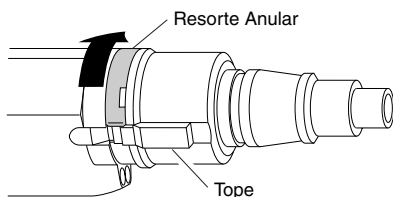

Figura 1 - Giro del resorte anular para dejar el tope al descubierto
1. Con un destornillador, levante el extremo del resorte anular y gire el resorte hasta que el tope quede al descubierto (vea la Figura 1).